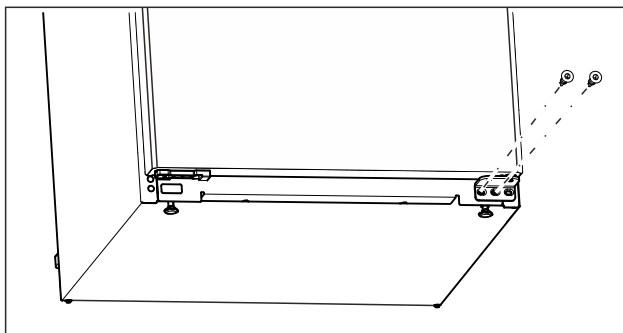

Fig. 15
- ▶ Na dolnej ložiskovej konzole vyskrutkujte strednú skrutku skrutkovačom Torx 20. (pozri Fig. 15)
- ▶ Na dolnej ložiskovej konzole vyskrutkujte vnútornú skrutku skrutkovačom Torx 20. (pozri Fig. 15)